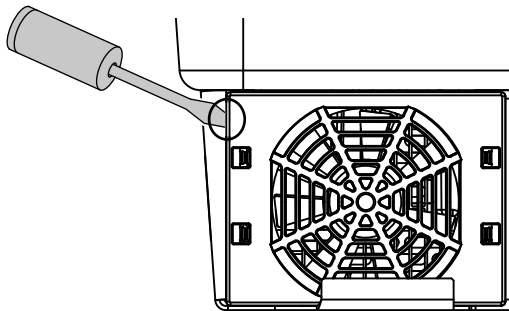

Bild 73: Lossa fläktgallret
2. Demontera fläkten. Sätt en skruvmejsel mot fläktgallrets kant och tryck lätt mot fläktgallret. ■ Bild 73